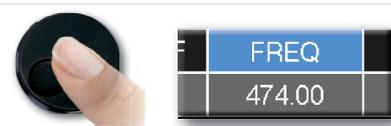

fig. 5
- Appuyer sur la molette pour confirmer (fig. 5)